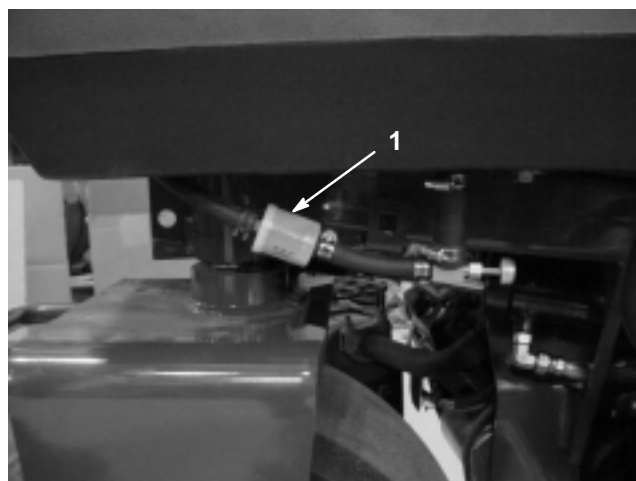

Bild 47
In die Kraftstoffleitung ist zwischen dem Kraftstofftank und dem Vergaser ein Filter eingebaut (Bild 47). Tauschen Sie diesen Filter alle 800 Betriebsstunden oder vorher aus, wenn der Kraftstofffluss beeinträchtigt wird. Stellen Sie sicher, dass der Pfeil am Filter vom Kraftstofftank weg ausgerichtet ist.
1. Schließen Sie den Kraftstoffhahn, lockern Sie die Schlauchschelle (Bild 47) an der Vergaserseite des Filters und ziehen Sie die Kraftstoffleitung vom Filter ab.
2. Stellen Sie ein Auffanggefäß unter den Filter, lockern Sie die verbliebene Schlauchschelle und entfernen Sie den Filter (Bild 47).